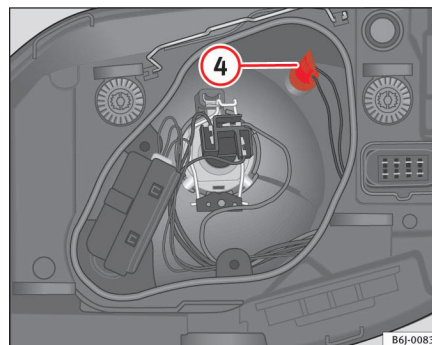

Fig. 153 Feu de croisement
- Retirez le porte-lampes ④ ⇒ page 239, fig. 153 vers l'extérieur.